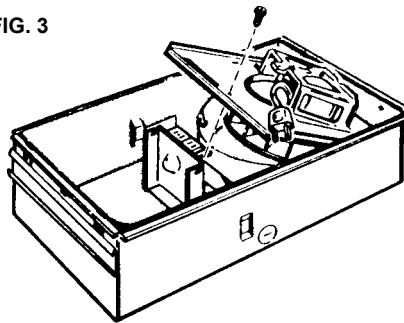

FIG. 4
6. Refer to the wiring diagram of your unit on the next page. Remove appropriate knockout(s) by inserting a screwdriver blade into slot(s) and bending it back and forth to break tabs. (FIG. 4)
6. Refiérase al diagrama de conexiones de la unidad en la página siguiente. Saque los discos removibles apropiados introduciendo la punta del destornillador en las ranuras y moviendo éste de un lado a otro hasta romper las lengüetas. (FIG. 4)